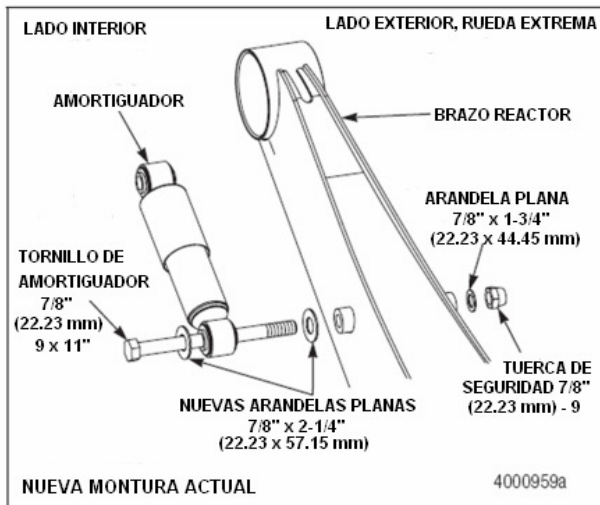

Figura 9.30
7. Instale la nueva arandela de 7/8-pulgada x 2-1/4-pulgada O.D. (22.23 x 57.15 mm) entre la cabeza del perno y el amortiguador. Instale una arandela nueva y más grande entre el amortiguador y el tubo de choque. Figura 9.30.
7. Instale la nueva arandela de 7/8-pulgada x 2-1/4-pulgada O.D. (22.23 x 57.15 mm) sobre el perno del amortiguador inferior. Instale el amortiguador, y después la arandela más grande entre el amortiguador y el tubo de choque. Instale la arandela y la contratuerca. Apriete manualmente la tuerca. Figura 9.30.